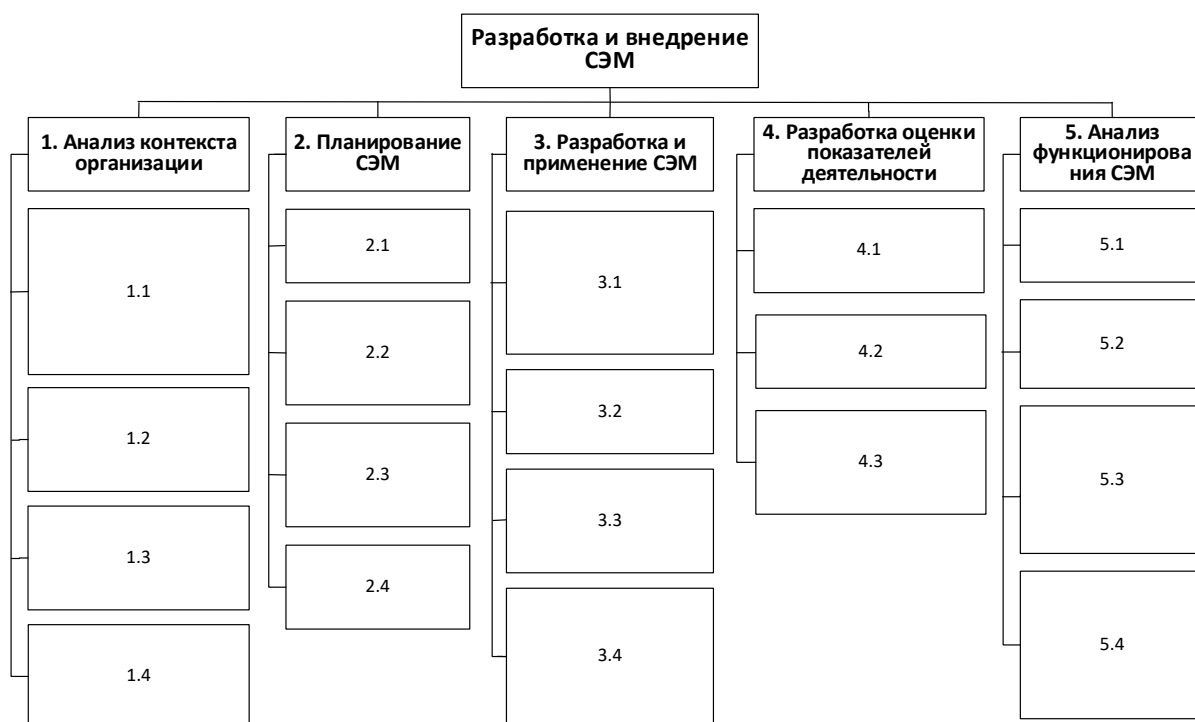

Рисунок 16.1 - Дерево процессов и подпроцессов разработки и внедрения СЭМ
2. Выбрать из ГОСТ Р ИСО 14001-2016 разделы необходимые для заполнения таблицы 16.1, определить и заполнить уровни процессов и подпроцессов СЭМ. Заполнить графическую модель дерева процессов и подпроцессов разработки и внедрения СЭМ (Рисунок 16.1).
3. Оформить отчет о выполнении практического задания в соответствии с требованиями к оформлению практических заданий (отчет включает титульный лист и заполненную таблицу 16.1 и заполненную графическую модель дерева процессов и подпроцессов разработки и внедрения СЭМ (Рисунок 16.1) и защитить его у преподавателя.
Ожидаемый результат - заполнение таблицы 16.1 и графической модели дерева процессов и подпроцессов разработки и внедрения СЭМ (Рисунок 16.1) практического задания.